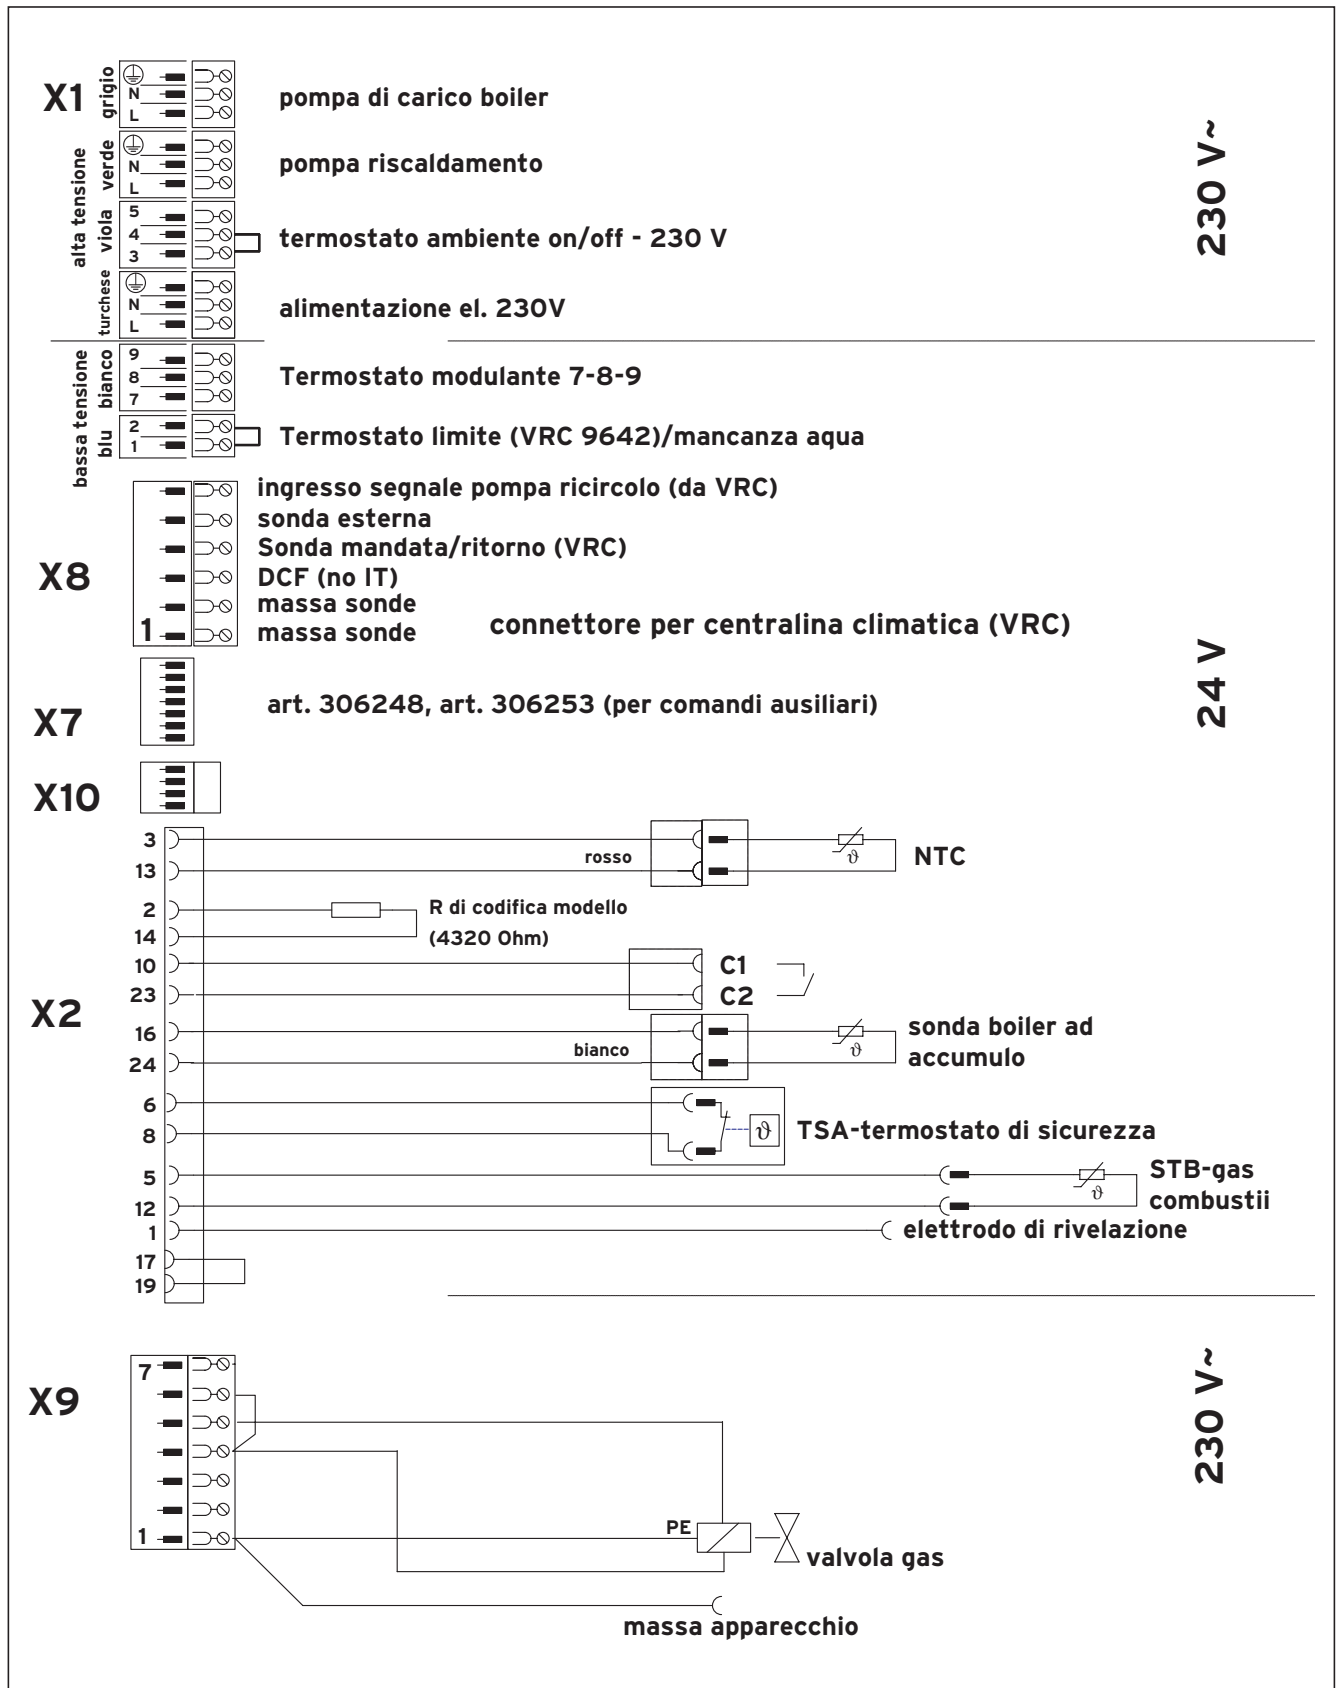

Fig. 4.5 Collegamenti elettrici dell'atmoVIT
- Collegare la protezione contro mancanza d'acqua a potenziale zero al "termostato limite" (Pro E) (Fig. 4.5).